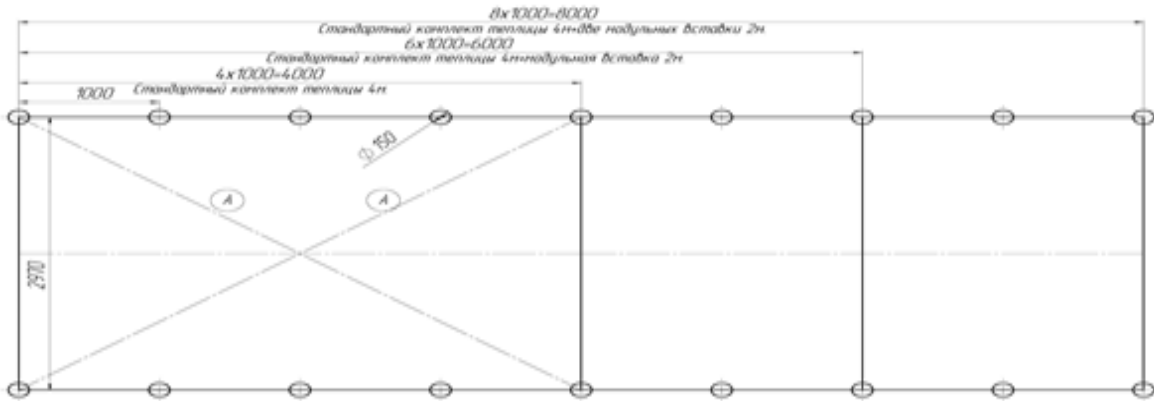

Рисунок 1 – Схема разметки грунта.
1. Разметить площадь под теплицу в соответствии со схемой (рисунок 1) приведенной ниже. Разность диагоналей  $A$  для каждого из варианта теплиц не более 10мм.